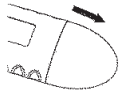

Figure 3
- Retirez le cache de la pile comme indiqué à la Figure 3.